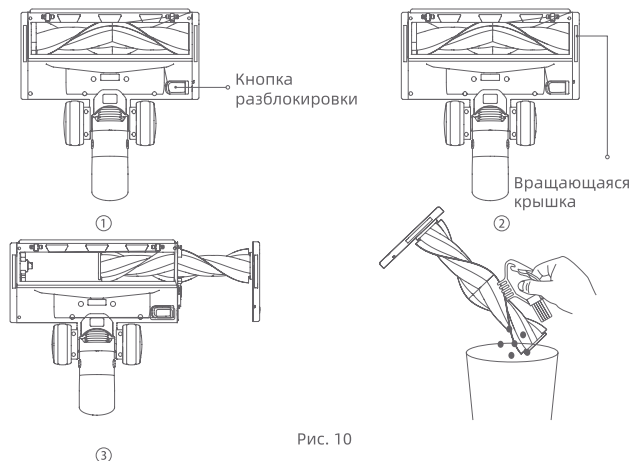

Рис. 10
5. Для обратного процесса сначала протолкните один конец очищенной (или новой) роликовой щетки стержнем в электрическую щетку для пола, затем закрепите другой конец в электрической щетке для пола, закройте и зафиксируйте крышку и заблокируйте ее на месте. (Рис. 10)